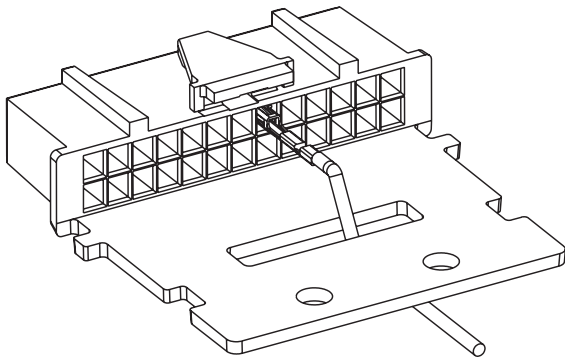

Figure 1a. Décharge de traction
6. Faites passer les fils dans le connecteur comme indiqué dans la *Figure 1a*. Pour les installations intégrant plusieurs accessoires branchés à la radio mobile, faites passer les fils comme indiqué dans la *Figure 1b* et fixez les fils avec une attache après avoir terminé l'étape 7.